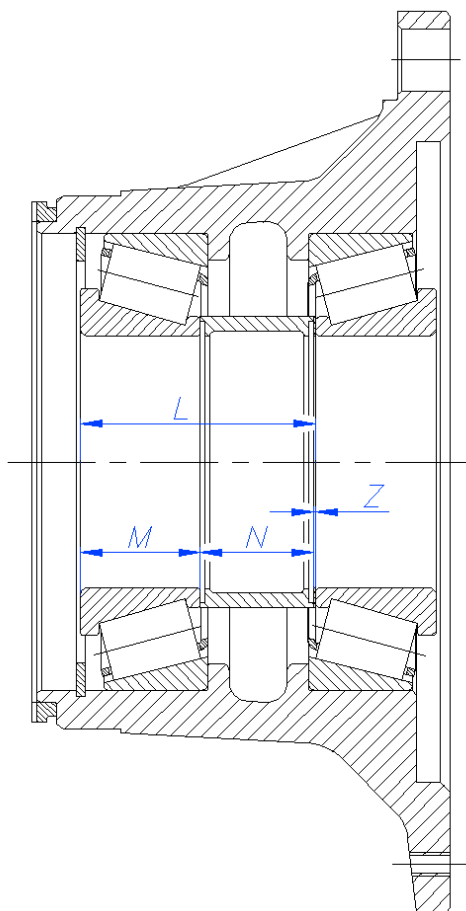

Рис. 6. Размеры для расчета сборки ступицы
2. Монтируйте цапфу к картеру моста (64) – положите в отверстие фланца картера моста направляющую шайбу (65), затем сдвиньте цапфу на шпильках картера, положите на каждую шпильку шайбу (67) и закрутите гайки М20×1,5 (68) на каждую шпильку.
3. Монтируйте держатель тормозного цилиндра (76 или 77) на площадке цапфы с помощью болтов М16×1,5×50 и М16×1,5×95. С помощью дорна Т17-1457 монтируйте втулку (80) в отверстие держателя тормозных цилиндров, со стороны тормозного цилиндра монтируйте «О»-кольцо 39,1×5,5 и крышку, с другой стороны – уплотнитель 40×55×7 (79), потом с обеих сторон отверстия монтируйте стопорные кольца (78).
4. С помощью дорна Т17-1453 в комплекте суппорта тормозных колодок положите игольчатые подшипники (68) с распорным кольцом (85) между ними. Перед этим смазать иглы подшипников консистентной смазкой Литол-24, чтобы они могли держаться в кольцах подшипников. С обеих сторон подшипников положите в отверстие суппорта колесных тормозов уплотнителя 40×58×8 (87) и шайбу (88) с одной стороны и «О»-кольца 39,1×5,8 (84) и крышки (83) с другой.
5. Ввести разжимной кулак (89 или 90) в отверстие, надвинете опорное кольцо (82) и стопорное кольцо (81). Так собранный суппорт колесных тормозов надвинете на фланец цапфы, так чтобы конец шейки разжимного кулака ввести в отверстие держателя тормозных цилиндров и с болтами М18×1,5×55 (48), гайками М18×1,5 (49) и шайбами (50) установите его к цапфе. Монтируйте регулировочный рычаг (74 или 75) на шейке разжимного кулака, потом положите шайбу (73) и закрутите болт М8×14 (71). Разжимной кулак должен поворачиваться свободно. Если это условие не выполнено, раскрутите слегка болты, крепящие держатель тормозных цилиндров и положите регулирующие прокладки между держателем и площадкой цапфы, потом закрутите болты.
6. Монтируйте комплект тормозных колодок (39 и 40) на осях суппорта (43), соединительную планку (37) и законтрите все стопорными шайбами (36). Приблизите тормозные колодки к эвольвенте разжимного кулака и с помощью рычага Т17-414 поставьте пружину (97) тормозных колодок. С помощью болтов (45) к собранному суппорту колесных тормозов закрепите предохранительные щиты (44).
7. Наружные кольца конических роликоподшипников (29) вставьте в ступицу. Чтобы получить требуемое значение зазора при сборке конических роликоподшипников и ступиц колес, необходимо рассчитать толщину регулирующих прокладок (30 ÷ 33) между распорной втулкой (34) и внутренним кольцом конического роликоподшипника. Толщина прокладок получается в соотношения (рис. 6):